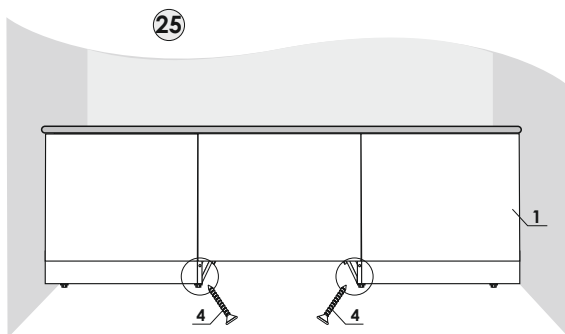

рис. 25
25. Через отверстия в ножках шурупами 4x35 соедините раму экрана и раму ящика (рис. 25)